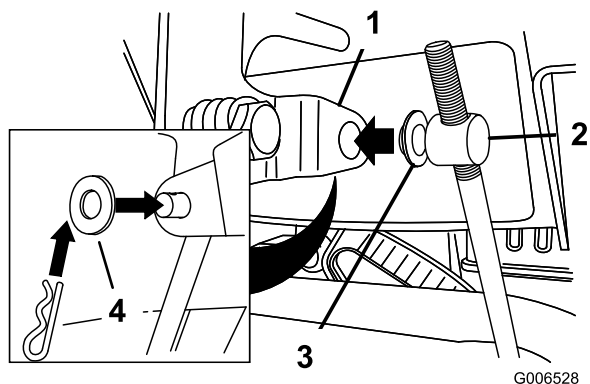

Рисунок 5
3. Установите плоскую шайбу на цапфу (Рисунок 5).
6. Поднимите шток управления скоростью и вставьте цапфу в отверстие рычага переключения скоростей (Рисунок 5).
- B. Отсоедините цапфу от рычага переключения скоростей (Рисунок 5).
- C. Поверните цапфу на штоке управления скоростями вниз (по часовой стрелке) (Рисунок 5).
- D. Присоедините цапфу к рычагу переключения скоростей (Рисунок 5).